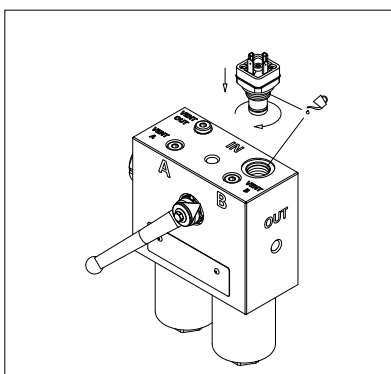

fig. 17
- (Fig. 17) Lubrificare con il fluido di lavoro il filetto e l'O-ring del corpo indicatore, quindi avvitare il corpo indicatore facendo riferimento alla tabella delle coppie di serraggio al paragrafo 3